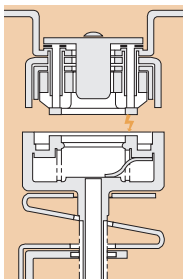

Рис. 3
- Размыкание дугогасительных контактов происходит непосредственно за размыканием главных контактов. Возникшая дуга начинает вращаться между дугогасительными кольцами под действием электромагнитного поля, создаваемого катушкой, сила поля зависит от величины отключаемого тока (рис. 3).